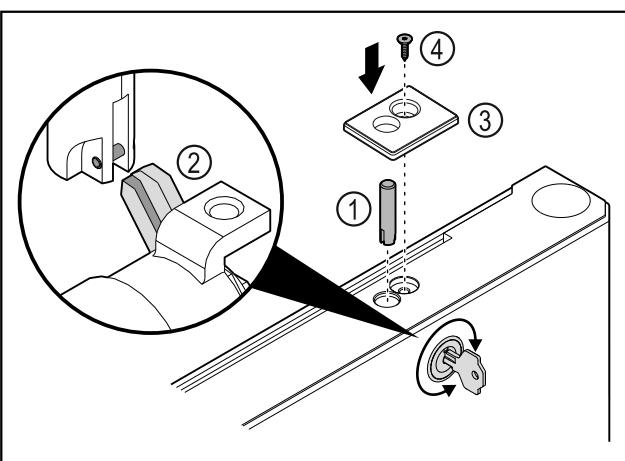

Fig. 42
► Umetnite svornjak brave Fig. 42 (1).
► Lagano okrenite bravu kako bi se svornjak brave Fig. 42 (2) uglavio u prorezu brave.
► Umetnite poklopac Fig. 42 (3).
► Umetnite vijak Fig. 42 (4).